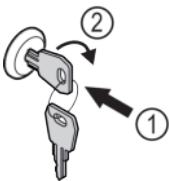

Fig. 105 Beispielhafte Darstellung
- ▶ Schlüssel hineindrücken Fig. 105 (1).
- ▶ Schlüssel um 90° im Uhrzeigersinn drehen Fig. 105 (2).